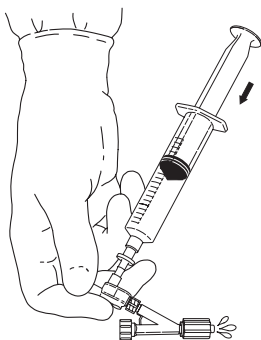

Fig. 3
5. Eliminare l'aria restante chiudendo con un pollice il raccordo di iniezione. Eliminare le restanti bolle d'aria dalla valvola di non ritorno e dall'adattatore Tuohy-Borst con una irrigazione lenta. **(Fig. 3)**